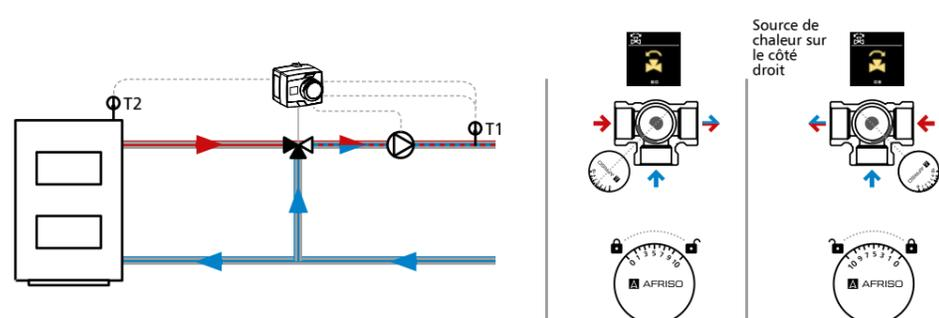
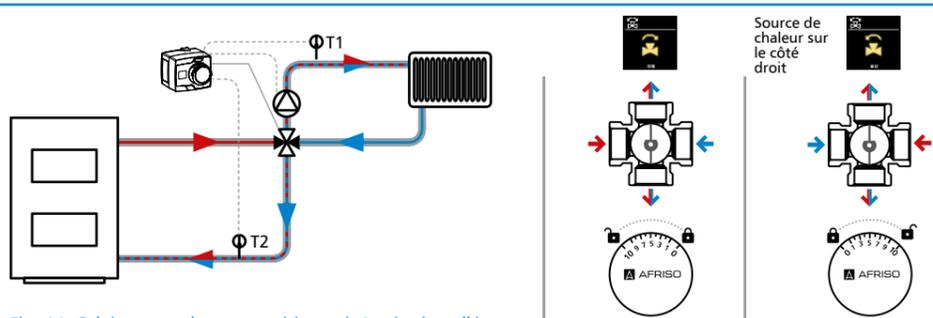

Fig. 10. Schéma avec la vanne mitigeur montée sur le tuyau d'alimentation pour maintenir la température de consigne dans l'installation.
Fig. 11. Schéma avec la vanne mitigeur à 4 voies installée pour protéger la chaudière contre la corrosion à basse température.
1. Les capteurs de température T1 et T2 doivent être installés conformément au schéma sélectionné (Fig. 9., Fig. 10., Fig. 11.), en utilisant les adaptateurs inclus dans le kit ou des douilles d'immersion spécialement préparées.
Sélectionnez le schéma approprié en fonction de l'installation sur laquelle la vanne mitigeur est installée. Vous pouvez choisir un schéma avec la vanne mitigeur montée sur le retour à la source de chaleur (Fig. 9.), sur le tuyau d'alimentation (Fig. 10.) ou sur la vanne mitigeur à 4 voies (Fig. 11.).
Dans la dernière étape, réglez l'échelle appropriée « de 0 à 10 » ou « de 10 à 0 » selon le schéma sélectionné (Fig. 9., Fig. 10., Fig. 11.). Pour changer l'échelle, enlevez la plaque, retournez-la et remettez-la en place.